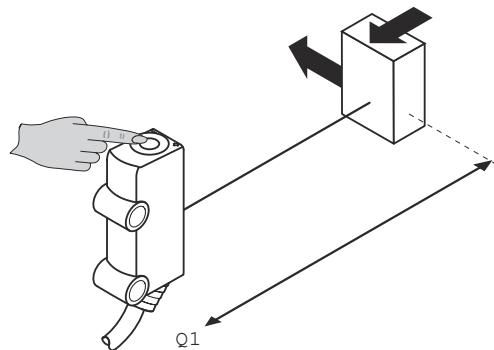

Abbildung 6: Einstellung Schaltabstand
- 1 Objekt in der gewünschten Distanz in den Strahlengang des Geräts bringen (min. und max. Reichweite beachten, siehe Abbildung 6, Seite 12).